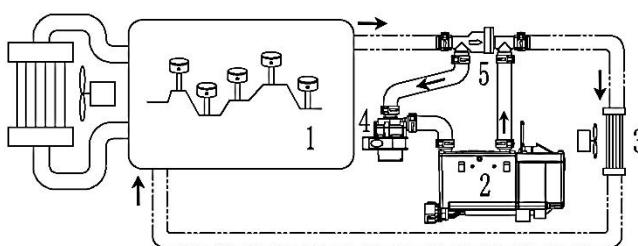

图 8
3.3.2 图 8 所示安装时,单向阀箭头方向应与发动机流向一致,不能反装!发动机单独工作时,热水不再流经加热器(避免热量损失),感觉更暖和。